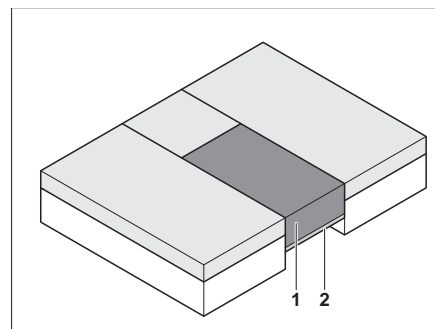

Bild 84 Efter ombyggnaden
- Lägg extradynan (Bild 84,1) på den utdragna ribbotten (Bild 84,2).